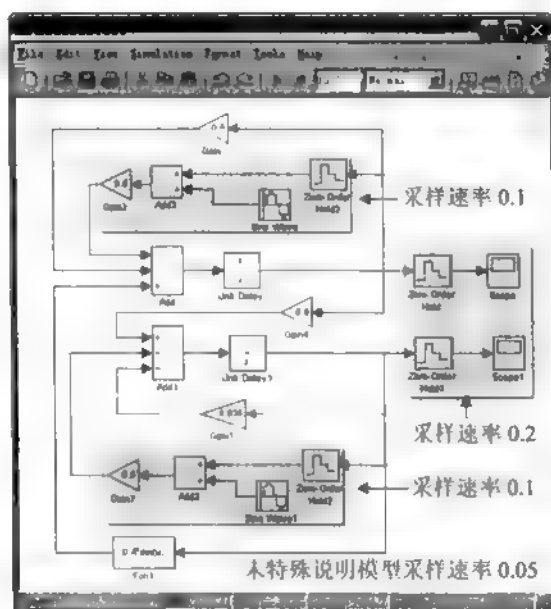

图 9.25 Simulink 模型
(1) 建立 Simulink 模型。建立的模型如图 9.25 所示，保存文件名为 model09to11.mdl。